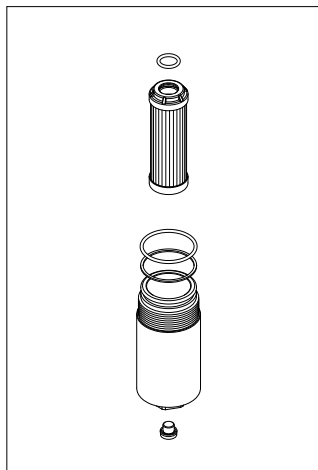

fig. 25
- (Fig. 25) Alloggiare 1°: l'anello antiestrusione e 2°: l'O-ring nella gola del contenitore, inserire l'O-ring nel cerchietto dell'elemento filtrante